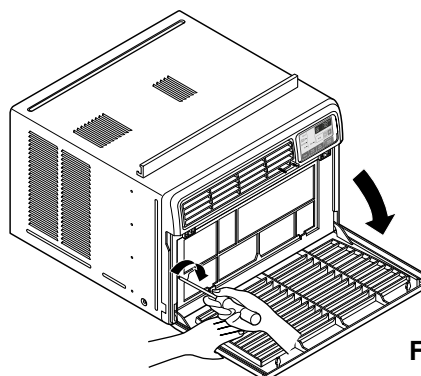

Fig. 11
14. Tire hacia abajo la parrilla de entrada y asegúrela con un tornillo Tipo A ⑤ a través de la parrilla frontal. (ver Fig. 11)